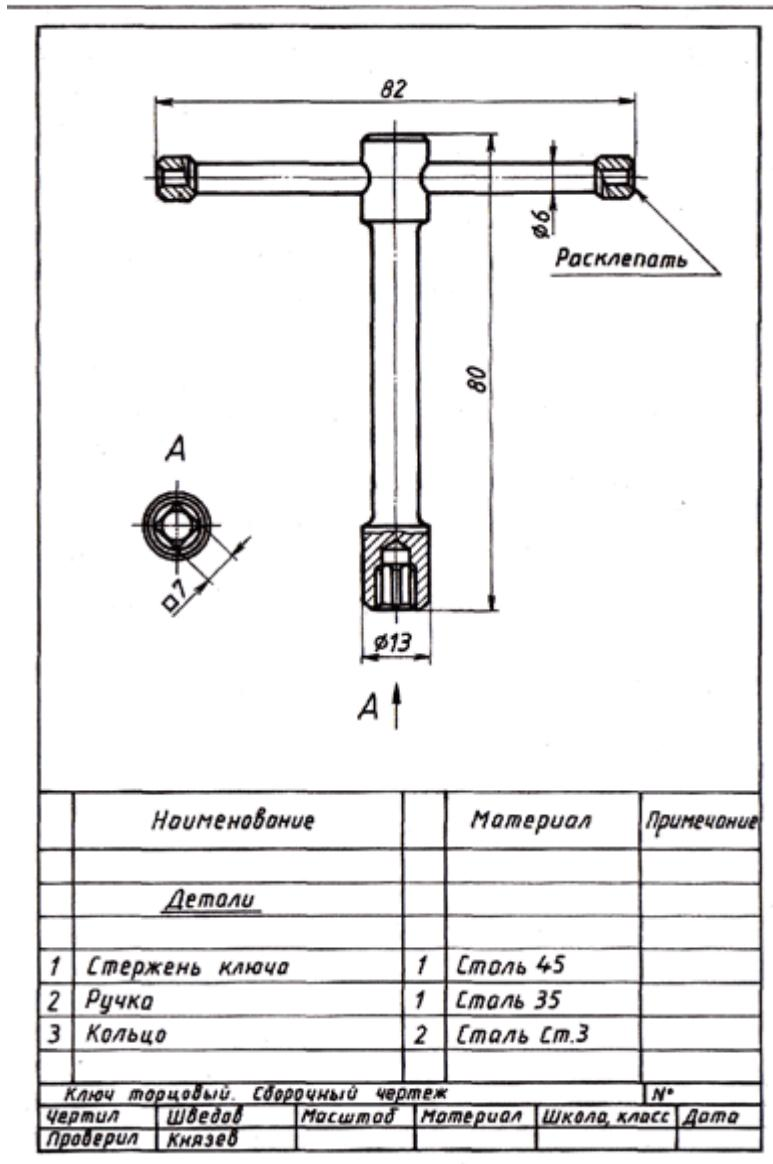

Рис. 2 Ключ торцовый.
11. Рассмотрите сборочный чертеж «Ключ торцевый» (рис. 2).